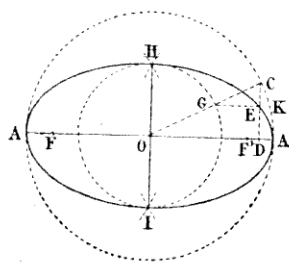

Fig. 23.
**Tracé par points, le grand axe étant donné ainsi que les foyers.** — Prendre le milieu  $O$  (fig. 23) de la ligne donnée  $AA'$ . Des foyers  $F$  et  $F'$ , avec un rayon égal à  $AO$ , décrire quatre arcs se coupant, deux à deux, aux points  $H$  et  $I$ . La droite  $HI$  est le petit axe et les quatre points  $A, H, A', I$  sont les sommets de la courbe.